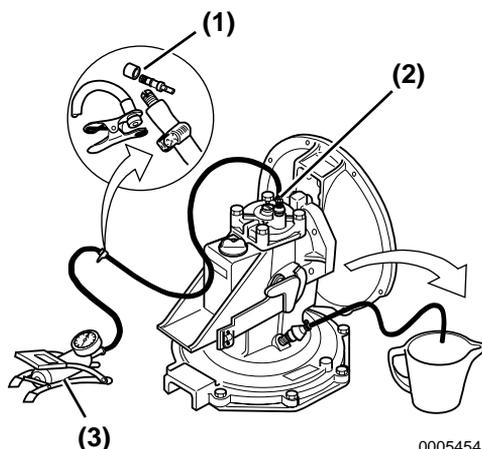

Figure 6
1. Installez un clapet de non-retour (**Figure 6, (1)**) dans la conduite de pression afin de maintenir la pression pendant l'utilisation de la pompe.
2. Reliez la pompe à main ou à pied à l'aide de la conduite de pression au joint adaptateur (**Figure 6, (2)**).